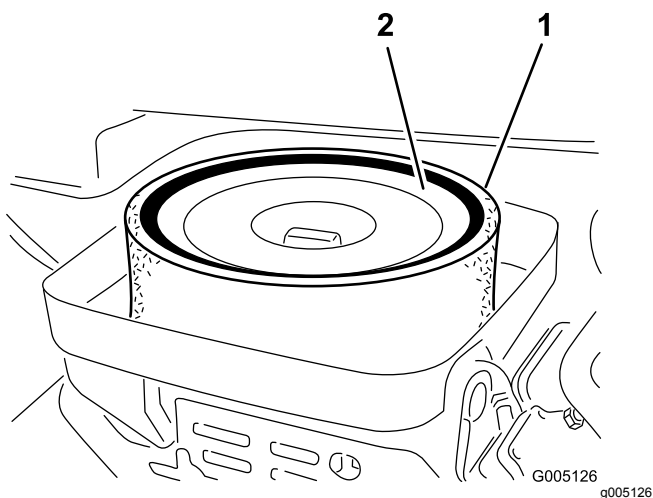

Рисунок 32
3. Снимите барашковую гайку крепления элементов к корпусу воздухоочистителя (Рисунок 32).
4. Если элемент из пеноматериала загрязнен, снимите его с бумажного элемента (Рисунок 32). Тщательно очистите его следующим образом: